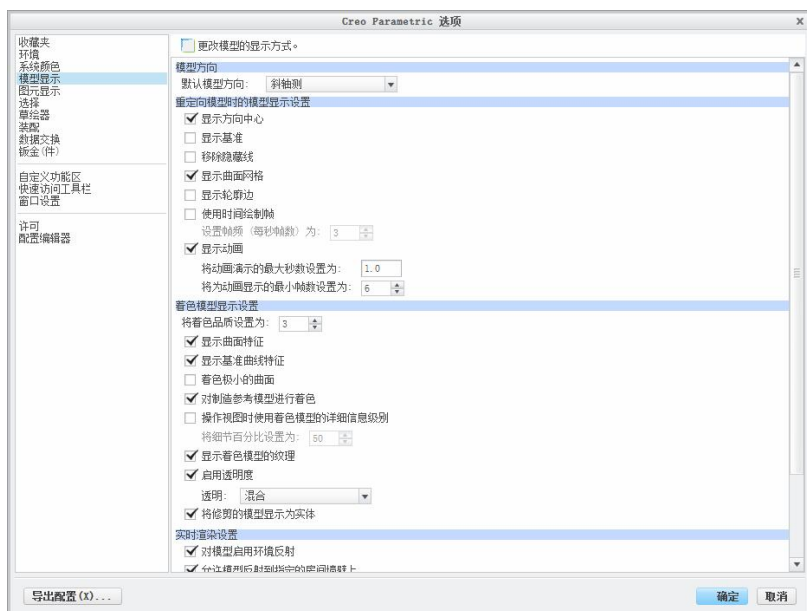

图 2-27 模型显示设置
(2) 在“模型显示”中可以决定着色的质量和效果，如图 2-27 所示。如果选中“显示轮廓边”